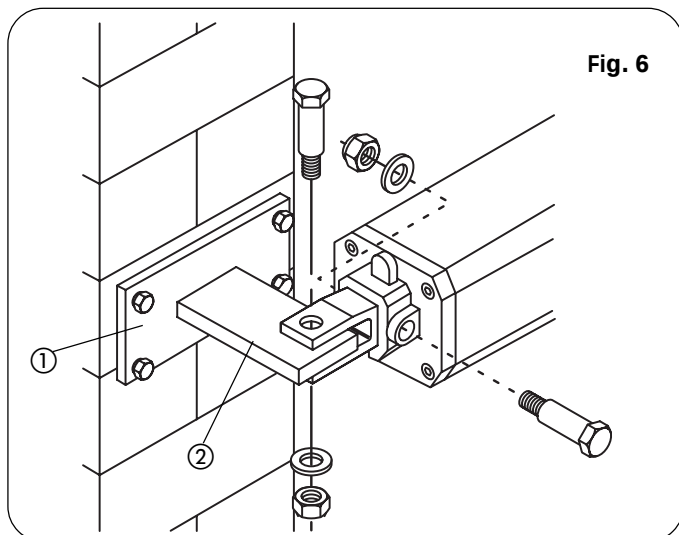

Fig. 6
- En cas de pilier en fer, souder minutieusement la patte d'attache postérieure (réf. ②, Fig. 6) directement sur le pilier.
- B) fixer au pilier, avec des vis et des chevilles, la plaque de la patte d'attache postérieure (réf. ①, Fig. 6) puis souder minutieusement la patte d'attache postérieure sur la plaque d'après la Fig. 6.
- 2) Fixer l'opérateur à la patte d'attache postérieure au moyen des vis fournies (Fig. 6), en veillant à positionner l'opérateur avec les vis de BY-PASS vers le haut et la vis de DÉVERROUILLAGE conséquente vers le sol.